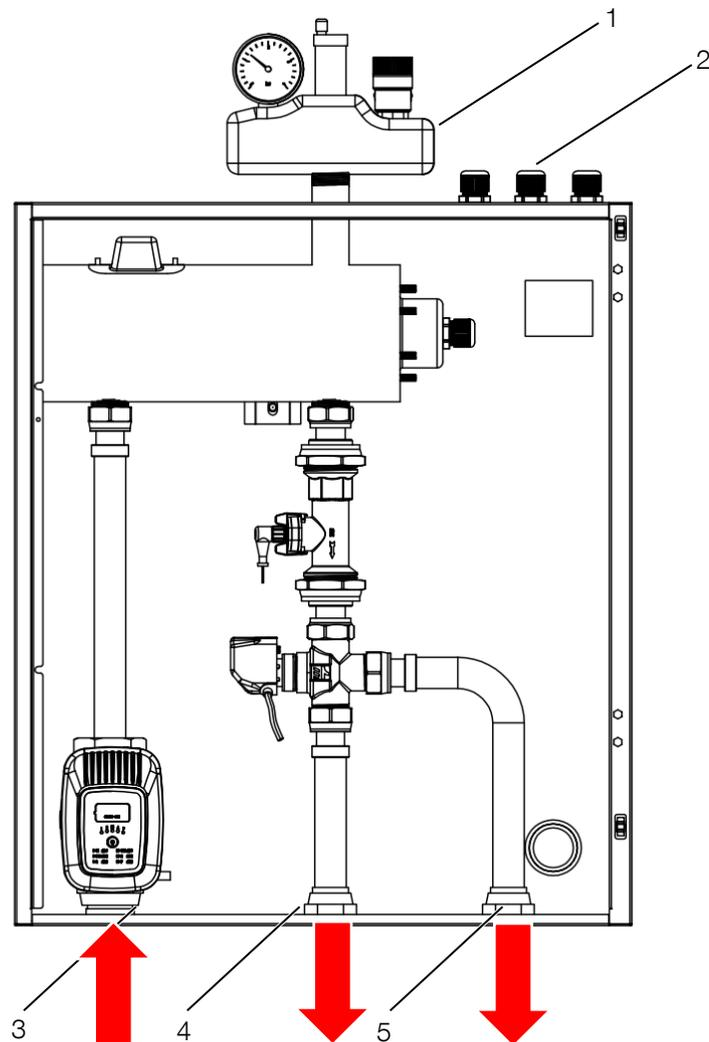

Abbildung 19: Anschlüsse Innengerät (MB700008 und MB700015)
- Anschlussrichtungen: Der Anschluss (Hydraulik und Elektrik) erfolgt von der Rückseite (Lufteintritt) und von unten, siehe Abbildung 19 und 23.